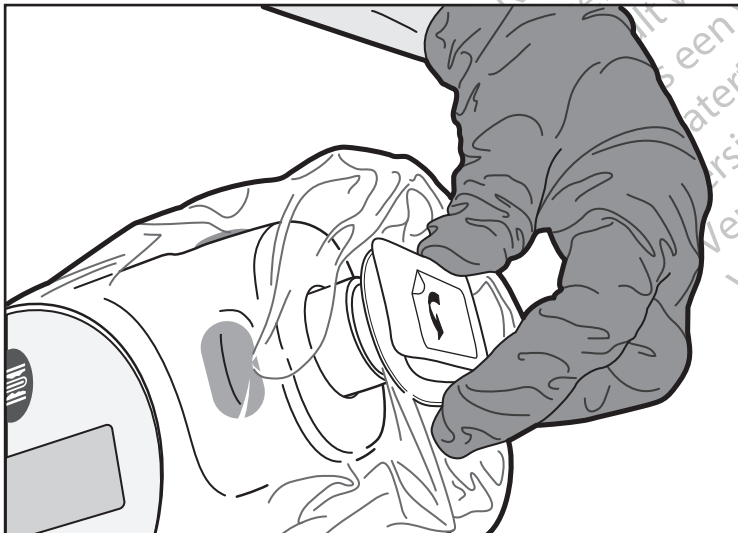
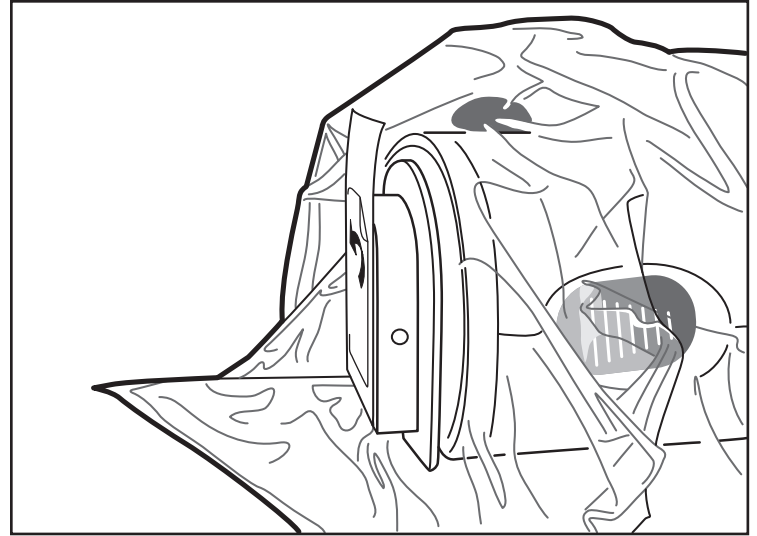

Figura 7. Fissaggio della piastra anteriore
Figura 8. Piastra anteriore fissata
8. Per fissare la sacca all'unità di azionamento MDU5 PLUS, l'operatore in campo sterile deve allineare la piastra anteriore della sacca con la protuberanza dell'unità di azionamento MDU5 PLUS (Figura 7), quindi spingere delicatamente per fissare il collegamento. Fare in modo che non resti intrappolato del materiale tra la piastra anteriore e la protuberanza. La presenza di materiale della sacca in eccesso, attorno e oltre il collegamento, è normale (Figura 8).